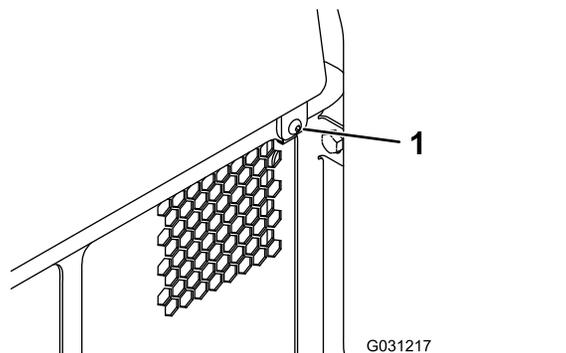

図 34
1. 締結具を取り外す 図 34。
2. 後アクセスカバーを持ち上げると内部にアクセスできるようになる 図 34。